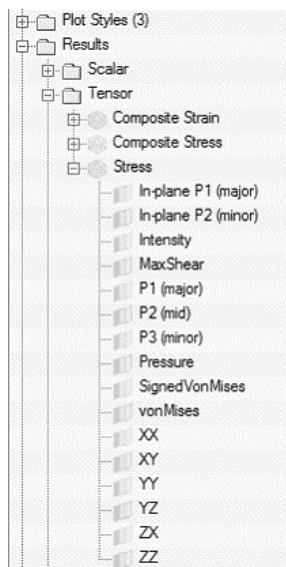

图 13-55 结果浏览器
- (1) 载入文件 cwing.xml。
- (2) 在 Results Browser 中，依次展开文件夹 Results>Tensor>Stress，如图 13-55 所示。